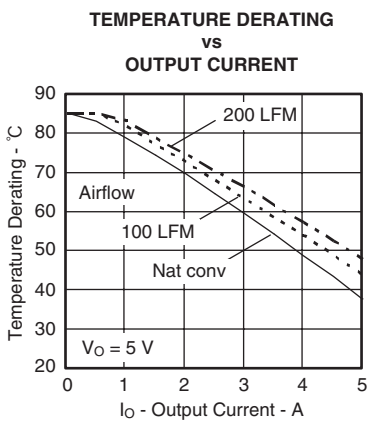
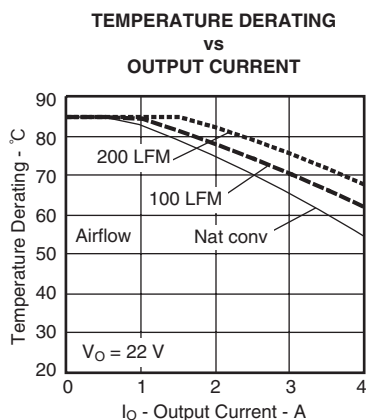

図 20
図 23
- (2) 温度ディレーティング曲線は、内部コンポーネントの温度がメーカーの指定した最高動作温度以下になる条件を表します。このディレーティング制限は、2オンス(56.69グラム)の銅を使用した、100mm×100mmの両面PCBに直接半田付けされたモジュールに対して適用します。表面実装パッケージ(ASおよびAZの各サフィックス)では、電源ピン周囲に熱バスを追加するための複数のビア(メッキされたスルーホール)が必要です。詳細については、メカニカル仕様を参照してください。図20から図23に対して適用されます。